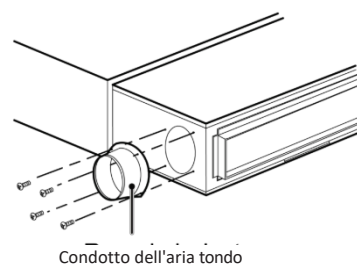

Fig. 4.26
- 2 Installare una flangia circolare per facilitare il collegamento del condotto dell'aria fresca, vedi Fig. 4.26.